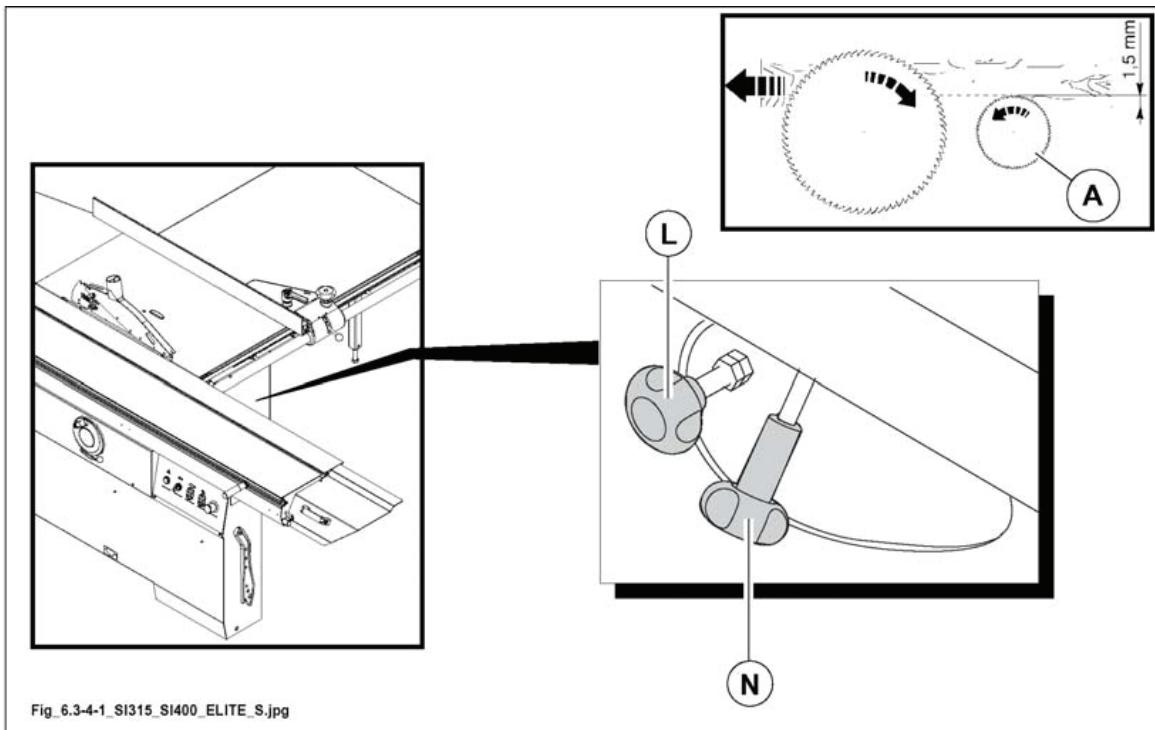

Рис. 6.3-4-1
при пилении плит облицованных шпоном необходимо использовать подрезную пилу (A рис. 6.3-4-1) для предотвращения образования сколов.
- отрегулировать подрезную пилу по высоте с помощью ручки L (рис. 6.3-4-1).
- Ручкой N (рис. 6.3-4-1) установить подрезную пилу в плоскости диска основной пилы.